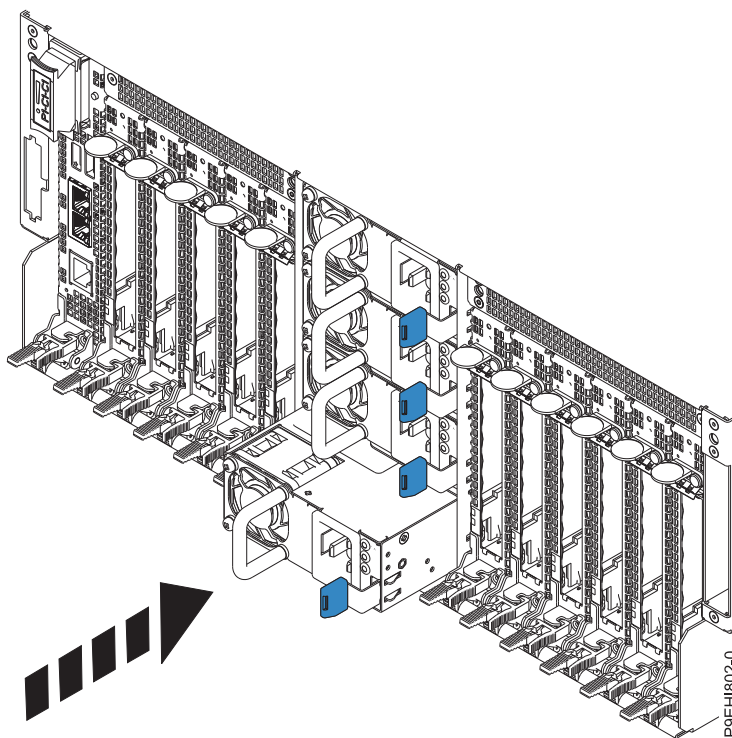

Figure 22. Remise en place d'un bloc d'alimentation dans le système
3. Alignez le bloc d'alimentation avec la baie et faites-le glisser dans le système jusqu'à ce que le loquet se bloque, comme illustré à la figure 22.